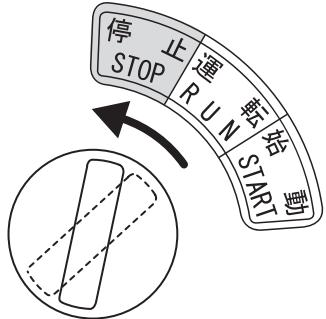

図 40
1. スロットルレバーが低速(アイドリング)の位置であること確認して、キースイッチを「停止」にします。(図40)